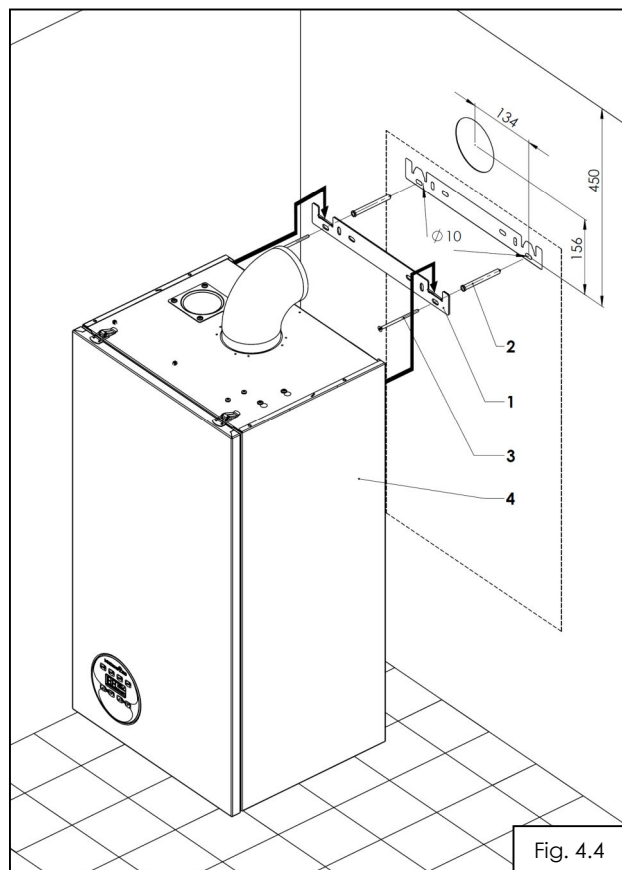

Fig. 4.4
- Executați prin gaurire două orificii pentru fixarea suportului centrală (1);
- montați suportul centrală (1) cu diblurile și suruburile furnizate (2, 3) pe perete (fig.4.4);
- suspendați centrală (4) pe suportul centrală.